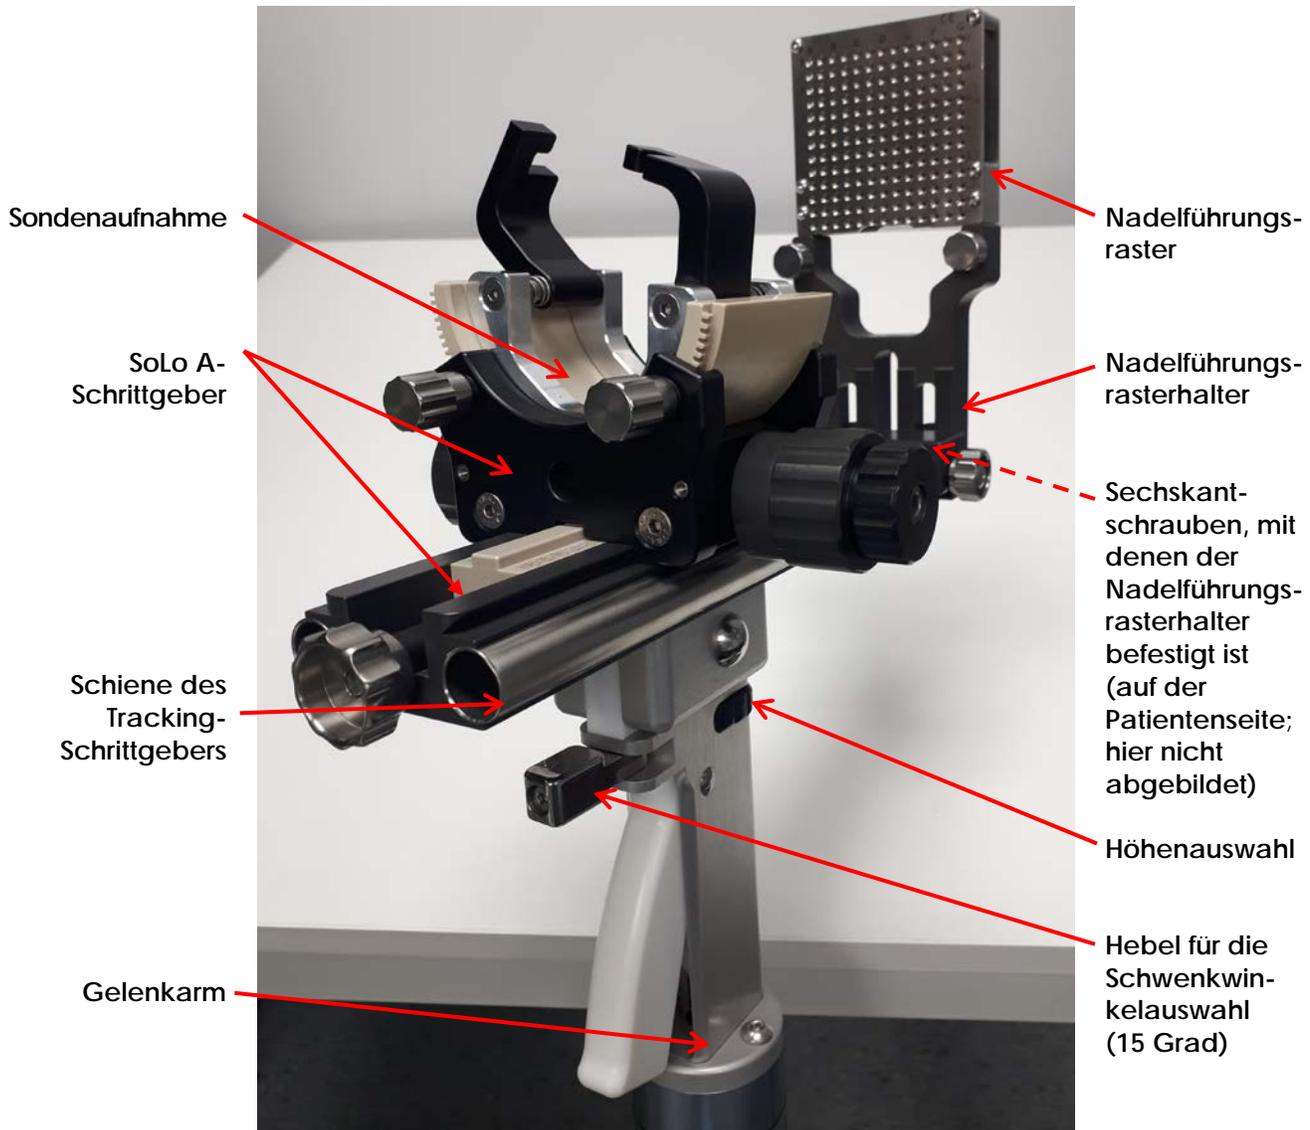

Abbildung 11: Teile des transperinealen Schrittgebers, die eine Desinfektion erfordern
Das Gerät muss vor jedem Gebrauch entsprechend der durchzuführenden Untersuchung gereinigt werden. Nach jedem Gebrauch sind die entsprechenden Verfahren zur Reinigung und Abfallentsorgung zu beachten. In Abbildung 11 sind die Teile des transperinealen Schrittgebers dargestellt, für die eine Reinigung, Desinfektion und Sterilisation erforderlich ist.
- Anweisungen zur Reinigung, Desinfektion und Sterilisation der Schiene des Tracking-Schrittgebers, des wiederverwendbaren Nadelführungsrasters, des Nadelführungsrasterhalters und der Sondenaufnahme (siehe Abbildung 11)